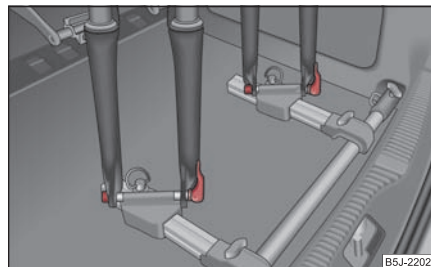

Fig. 91 Installation de la bicyclette
- Poser la fourche de bicyclette sur l'axe de fixation et la serrer avec le tendeur rapide ⇒ fig. 91.